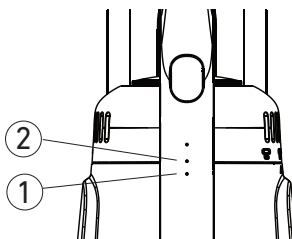

Bild 2
3. Ljusindikatorn visar status (Bild 2):
- Laddning: Lampa ① blinkar, lampa ② släckt.
- Laddad till hälften: Lampa ① tänd, lampa ② blinkar.
- Fulladdad: Lampa ① och ② tända, släcks sedan efter 10 minuter.
- Låg batterinivå: Lampa ① blinkar, lampa ② släckt.
OBS! Ljusindikator ① (Bild 2) blinkar när batteriet börjar ta slut och behöver laddas. Om laddning inte påbörjas stängs dammsugaren av.